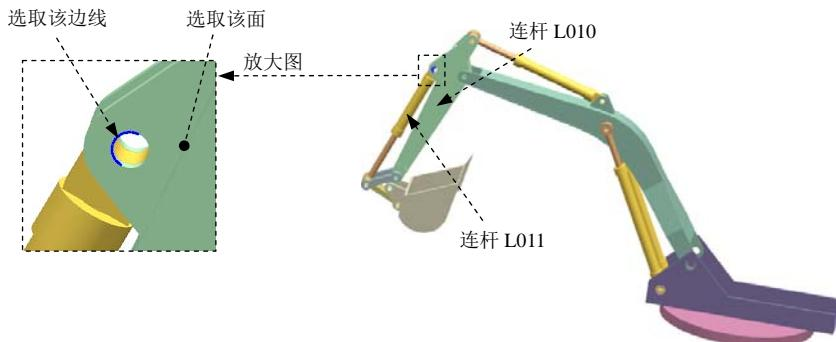

图 10.8.29 定义旋转副（七）
(1) 选择连杆。选取图 10.8.29 所示的连杆 L011。
(2) 定义原点及矢量。在“运动副”对话框的 **指定原点** 下拉列表中选取“圆弧中心”  选项，在模型中选取图 10.8.29 所示的圆弧为定位原点参照；选取图 10.8.29 所示的面作为矢量参考面。
(3) 添加啮合连杆。在“运动副”对话框的基本区域中选中  **啮合连杆** 复选框，单击 **选择连杆 (0)**，选取图 10.8.29 所示的连杆 L010。
(4) 定义啮合连杆原点及矢量。在“运动副”对话框 **基本** 区域 **指定原点** 下拉列表中选取“圆弧中心”  选项，在模型中选取图 10.8.29 所示的圆弧为定位原点参照；选取图 10.8.29 所示的面作为矢量参考面。
(5) 单击 **应用** 按钮，完成第十三个运动副的添加。